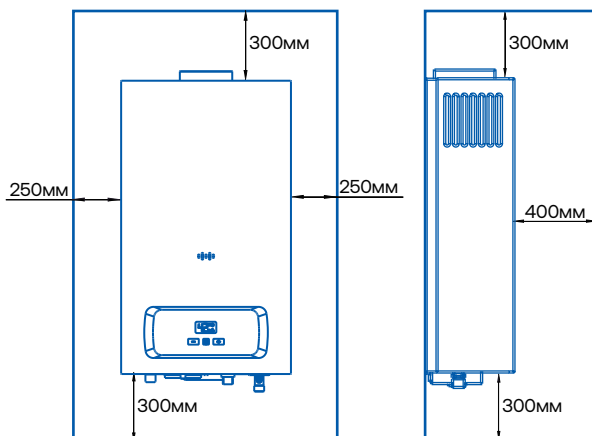

Рис.6
Расстояние от боковых поверхностей водонагревателя до трудновоспламеняемых стен должна быть не менее 250 мм. (см рис.6). При уменьшении указанного расстояния до 150 мм необходимо установить дополнительную теплоизоляцию.
- ◆ Для удобства проведения работ по техническому обслуживанию водонагревателя оставьте свободное место по 250 мм с каждой стороны водонагревателя, 300 мм снизу и сверху и 400 мм спереди водонагревателя. (см. рис.6).